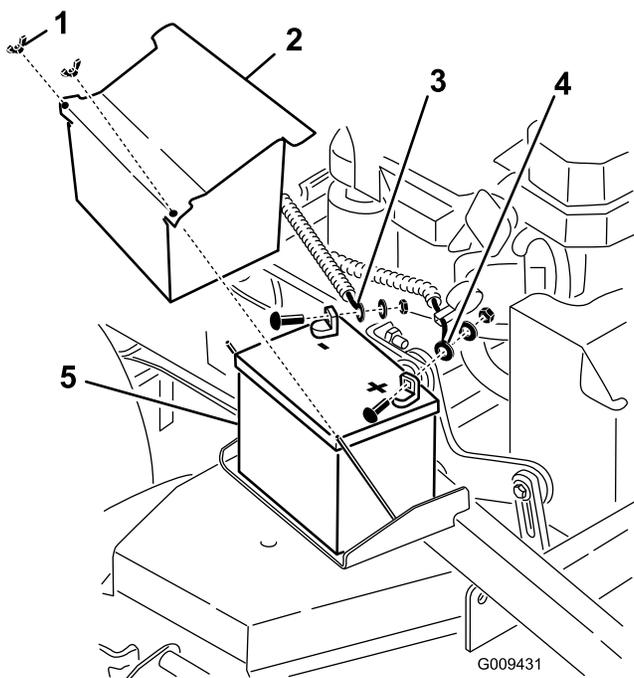

図 52
4. バッテリーのマイナス端子からマイナスバッテリーケーブルを外す 図 52。
6. 赤いプラス+ケーブルを取り外す 図 52。
7. バッテリー押さえプレートを外し 図 52、バッテリーを取り出す。
1. バッテリーを車体に載せる 図 52。
3. プラスケーブル赤を、バッテリーのプラス+端子にはめ、ボルト、ワッシャにナットを締め付けて固定する 図 52。
5. マイナスケーブルとアース線を、バッテリーのマイナス-端子にはめ、ボルト、ワッシャにナットを締め付けて固定する 図 52。